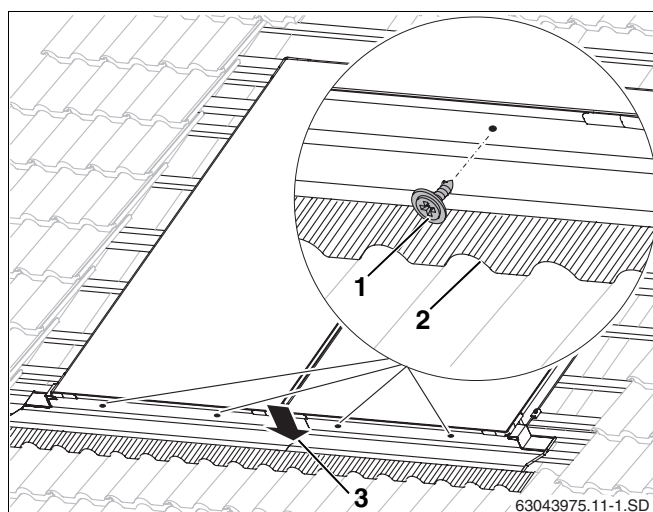

Fig. 48 Fissaggio delle lamiera inferiori
- Fissare le lamiera nei fori previsti servendosi delle viti (lunghezza 12 mm, fig. 48, **pos. 1**) e dei dischi di tenuta.
- Premere la lamiera di copertura superiore su quella inferiore (fig. 48, **pos. 3**).
- Regolare con precisione le converse di piombo nell'area anteriore del profilo dei coppi (fig. 48, **pos. 2**).